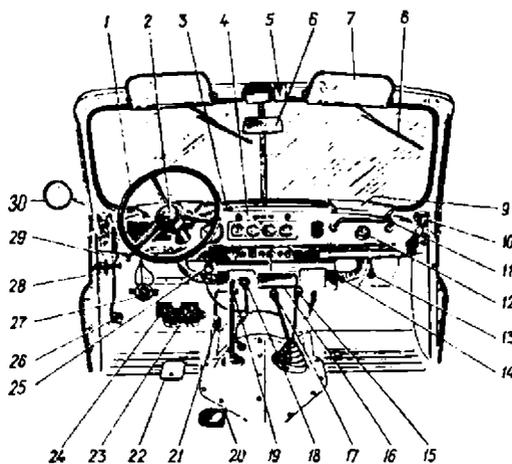

Рис. 5. Органы управления (нанумерование позиций см. в тексте)
- Расположение органов управления показано на рис. 5, где